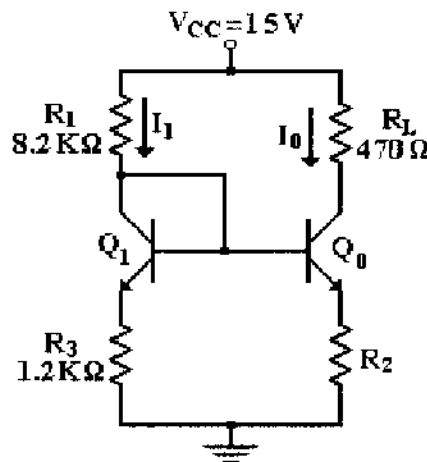

Figura 3.3
En la figura 3.3 se muestra una fuente de corriente Widlar, cuya finalidad es la de reducir la corriente de salida empleando resistores de valor pequeño. La corriente de salida queda definida como:
- 5.- Para el circuito de la figura 3.3:
- 4.- Implemente el circuito de la figura 3.3 y realice las mediciones indicadas en la tabla 2, como se realizaron del punto 1 al 3.